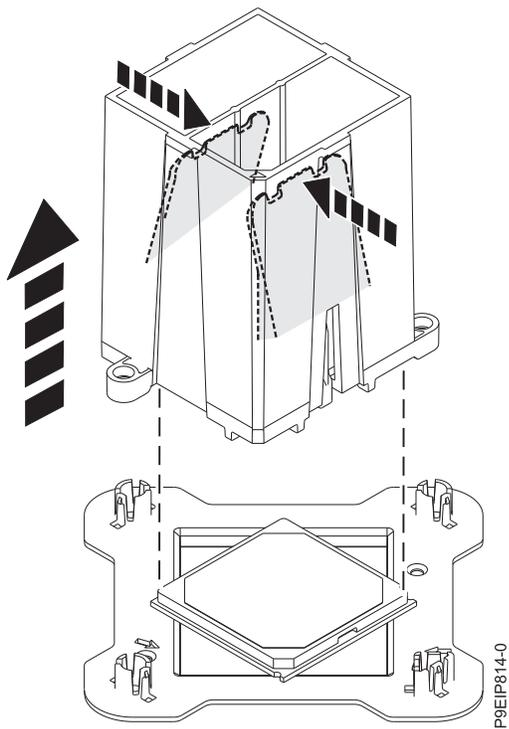

Figura 60. Cómo liberar el módulo del procesador del sistema de la herramienta
11. Apriete las dos pestañas azules para liberar el módulo del procesador del sistema de la herramienta, como se muestra en la Figura 60.